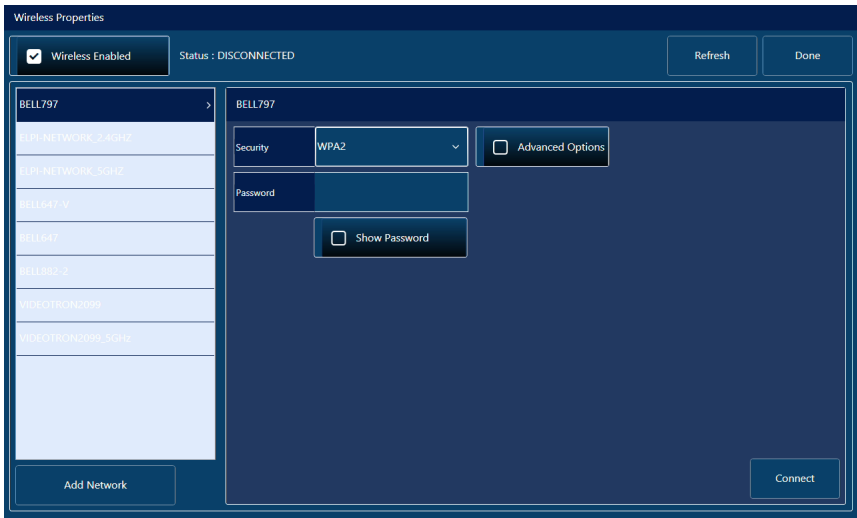

Figura 2-53 Preferências — Janela Propriedades da rede sem fio
**Network** (adicionar rede), **Refresh** (atualizar), **Done** (concluído) e **Connect** (conectar). Para acessar essas opções, vá para **Preferences > Wireless** (preferências > Rede sem fio) (Figura 2-53 na página 104 e Tabela 43 na página 104).